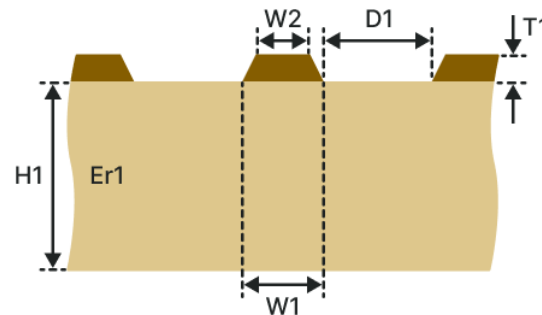

Рис. 153 Копланарная микрополосковая ЛП (КМ-1Н)
- Копланарная микрополосковая ЛП (КМ-1Н), см. Рис. 153.